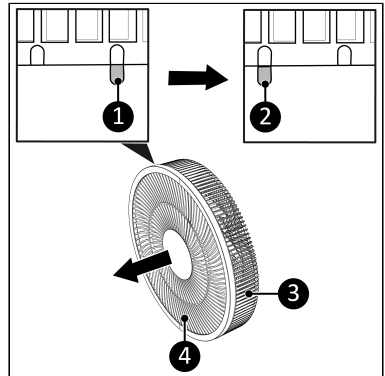

Abbildung 45.
8. Drehen Sie das Frontgitter (Abbildung 45, Pos. 4) gegen den Uhrzeigersinn, bis die Markierung auf dem Frontgitter (Abbildung 45, Pos. 1) mit der linken Markierung auf dem Heckgitter übereinstimmt (Abbildung 45, Pos. 2).
9. Entfernen Sie das Frontgitter (Abbildung 45, Pos. 4) vom Heckgitter (Abbildung 45, Pos. 3).